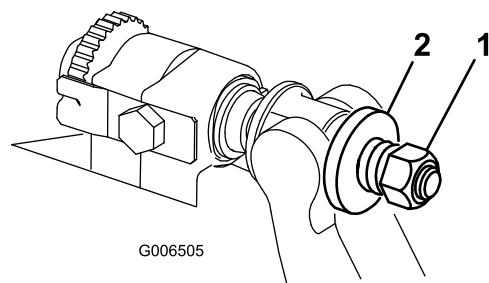

图32
4. 旋紧弹簧加压螺母，直到弹簧完全压紧，然后往回松开 1/2 圈（图32）。
10. 旋紧每个底刀架调节器总成上的螺母，直到加压弹簧完全压缩，然后往回松开 $1/2$ 圈（图32）。